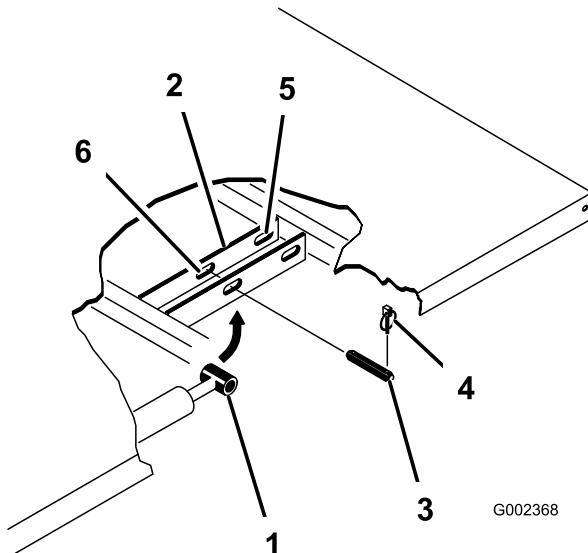

Figura 34
- Rimuovete gli acciarini dalle estremità esterne dei perni con testa dell'asta del cilindro (Figura 34).
- Rimuovete i perni con testa che fissano le estremità dell'asta del cilindro alle piastre di fissaggio del pianale, premendoli verso l'interno (Figura 34).
- Rimuovete gli acciarini ed i perni con testa che fissano le staffe orientabili ai profili del telaio (Figura 34)